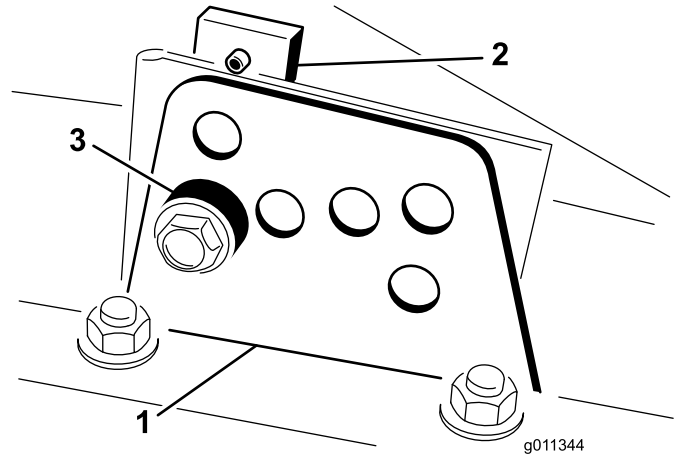

Figura 15
y en cada lado), según se muestra en la Figura 15.
4. Sostenga la cámara y retire el espaciador (Figura 15).